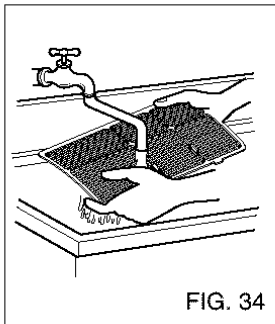

FIG. 34
- Lave el filtro de aire bajo un grifo de agua caliente. Asegúrese de eliminar todo el agua antes de sustituir el filtro. (FIG. 34)